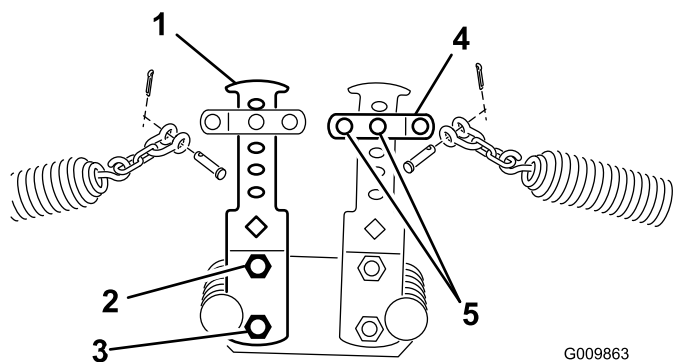
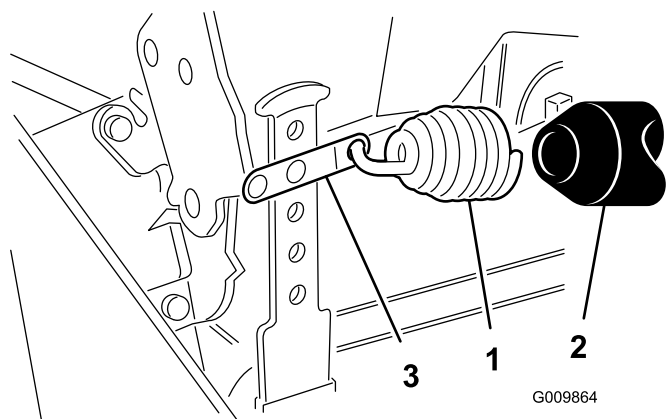

図 15
図 16
4. スプリングの反対側の端部を前後のカウンタバランス・アーム（図 15 と 図 16）の適切な穴（選択方法は以下を参照）に引っ掛ける（チェーン付きスプリング・シャックル、クレビス、クレビス・ピン、コッターピンを使用）。
- スプリングの反対側の端部を上から2つ目の穴に取り付ける；チェーン付きスプリング・シャックル、クレビス、クレビス・ピン、コッターピンを使用（図 15）。
- 後カウンタバランス・アームには、スプリング他端をスプリング・シャックルの 2 番目の穴に取り付ける前に、スプリング部分にビニル・カバーを取り付ける（図 16）。
- 先ほど取り外したボルトとナットを使ってカウンタバランス・アームの下部ををフレームに固定する。一番上のボルトを締め付ける（図 15）。